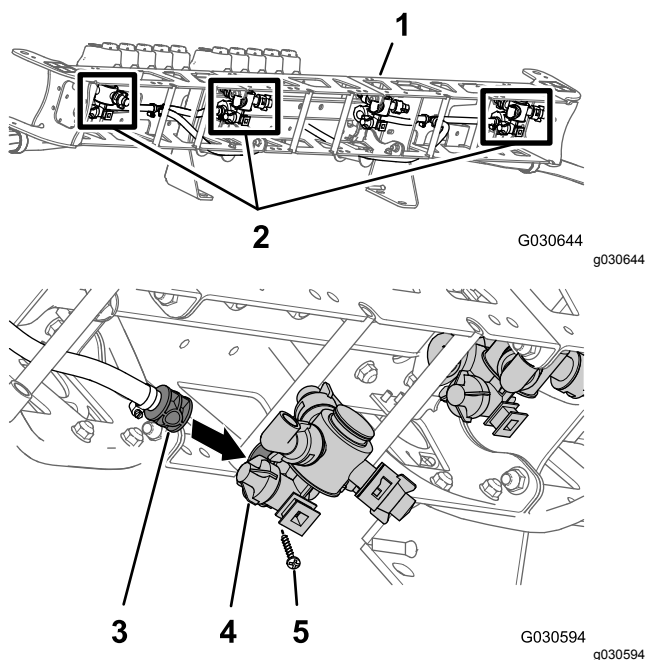
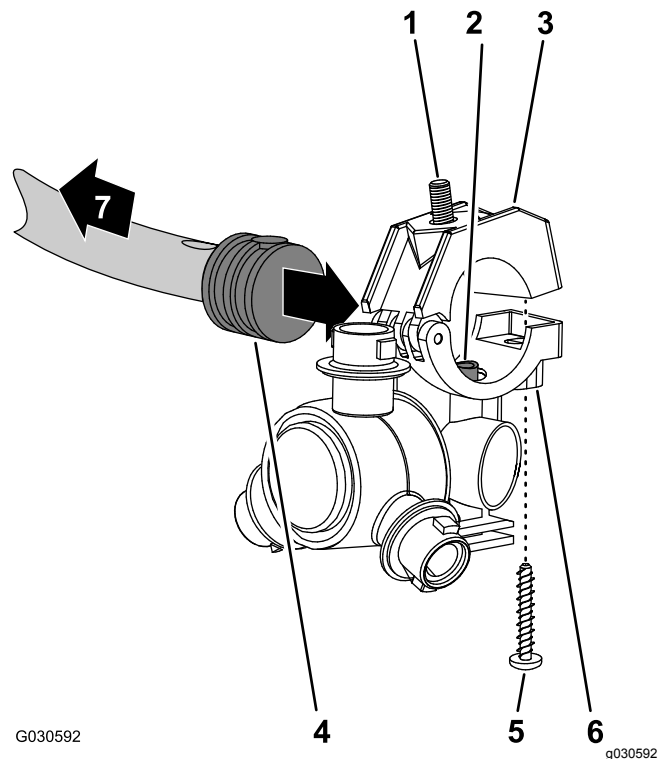

Figura 120
Figura 121
- Nella sezione della barra centrale, allineate il tubo di trasferimento nella sella di un ugello dell'irroratrice (**Figura 120** e **Figura 121**) con il foro sul lato del portagomma dentellato singolo ($\frac{1}{2}$ ").
4. Chiudete la metà superiore della fascetta attorno al portagomma dentellato e fissate la metà della fascetta e il corpo dell'ugello dell'irroratrice (**Figura 121**) con la vite in acciaio inox (n. 12 x 1 1/4").